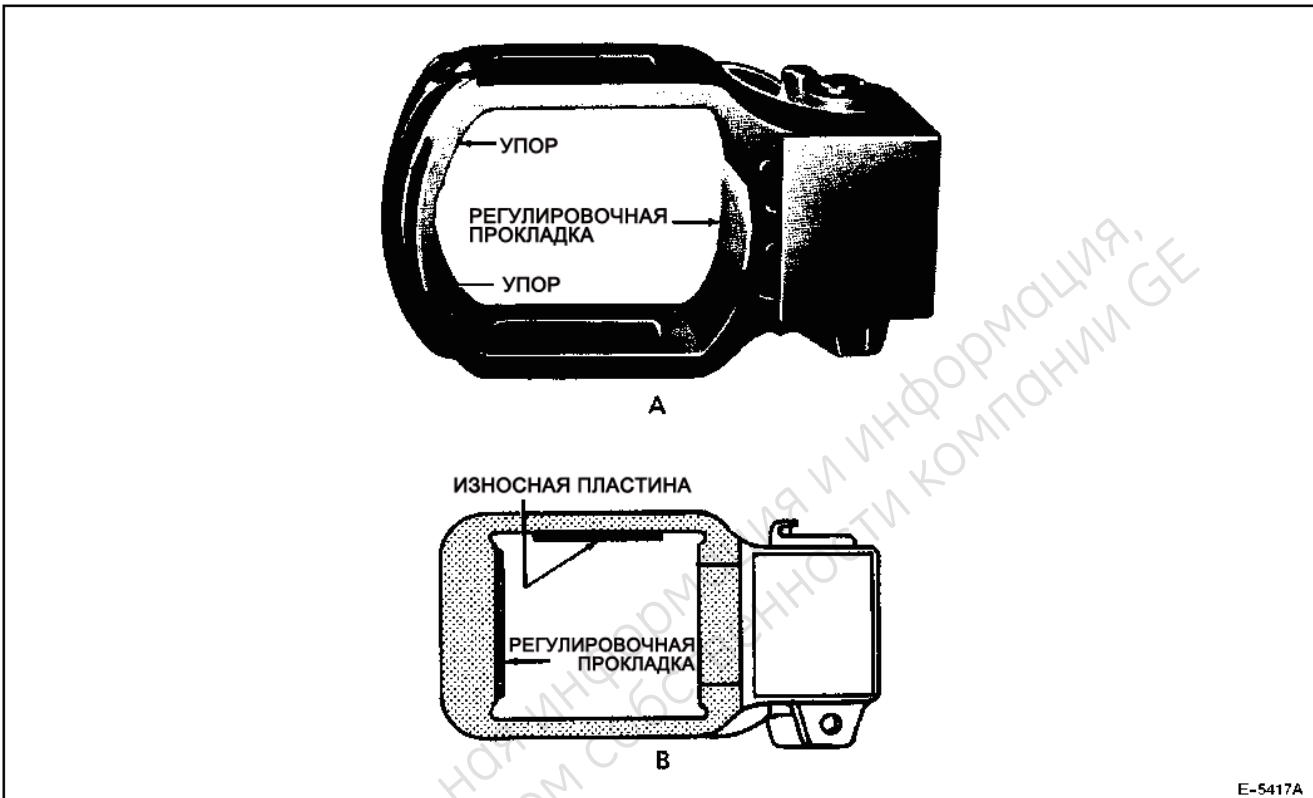

Рис. 6. Расположение регулировочных прокладок
Если итоговый размер превышает 427,736 мм (16,84 дюйма), то необходимо установить регулировочную прокладку толщиной не более 3,175 мм (1/8 дюйма), чтобы довести размер проема до 423,672–425,45 мм (16,68–16,75 дюйма). Приварите регулировочную прокладку к упорной пластине поглощающего устройства, как изображено на рис. 6. Регулировочная прокладка должна иметь размер 76,2 мм x 349,25 мм (3 x 13,75 дюйма) и быть изогнута радиусом 212,598 мм (8,37 дюйма).
- 3 Проемы тяговых хомутов автосцепных устройств типов М-381 и НС-391 (рис. 5-В) необходимо измерять во всех четырех углах. Если среднее арифметическое результатов всех измерений превысит 352,552 мм (13,88 дюйма), установите на заднюю сторону проема хомута регулировочную прокладку размером 165,1 x 304,8 мм (6,5 x 12,0 дюйма) (рис. 6-В). Толщина прокладки должна быть достаточной, чтобы уменьшить размер проема до 347,472–350,774 мм (13,68–13,81 дюйма).